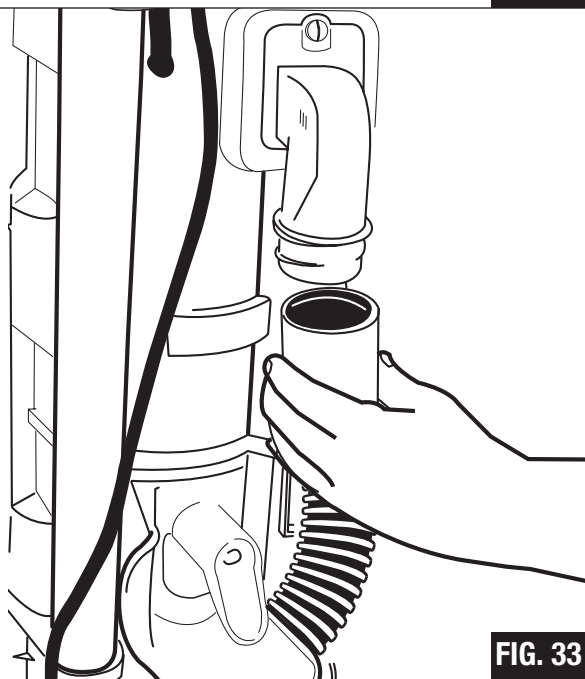

FIG. 33
- Step 4:** Twist the hose from the coupling elbow on the back of cleaner. Check for blockages at cleaner opening and in hose (FIG. 33). If a blockage is found, clear the blockage. The screw attaching the clear hose adapter can be removed for better access to a blockage.
Étape 4 : Retirer le tuyau du coude d'accouplement situé à l'arrière de l'aspirateur. Vérifier pour les obstructions à l'ouverture de l'aspirateur et dans le tuyau (FIG. 33). Si une obstruction est trouvée, enlevez-la. La vis attachant l'adaptateur à poussière du tuyau peut être enlevée pour un meilleur accès à l'endroit obstrué.
Paso 4: Haga girar levemente la manguera quitándola del codo acople en la parte trasera de la aspiradora. Revise para ver si hay obstrucciones en la entrada a la aspiradora o en la manguera (FIG. 33). Si encuentra alguna obstrucción, quítela. El tornillo que fija el adaptador transparente de la manguera puede ser quitado para facilitar el acceso a la obstrucción.